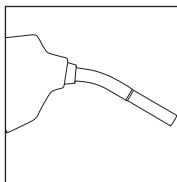

Figure 13/Illustración 13
- If the nozzle spout is bent, the shut-off hole is blocked, or the end of the spout is rolled over, the nozzle spout or the entire nozzle should be replaced immediately. Failure to replace the spout may result in a hazardous spill. (See Figure 13)
- Si la boquilla de la pistola está doblada, el orificio de cierre está obstruido o el extremo de la boquilla está deformado, sustituya de inmediato la boquilla o el conjunto de la pistola. La no sustitución de la boquilla podría dar lugar a derrames peligrosos (consulte la Ilustración 13).